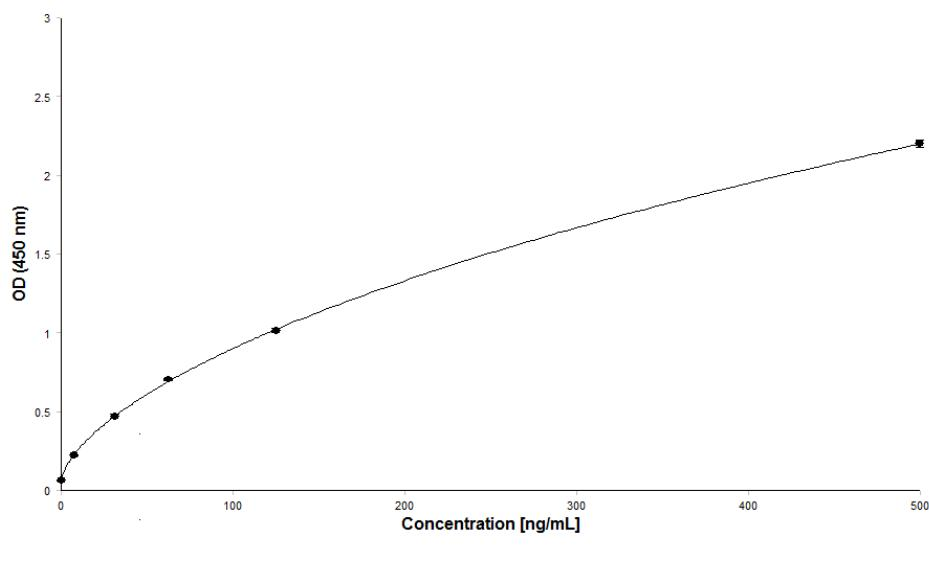

Abbildung 1: Eine repräsentative 4 Parameter Standardkurve.
- Bei mitführen der Standards F und A soll der OD-Wert von Standard F (500 ng/ml) ≥ 1.6 sein und der OD-Wert von Standard A (0 ng/ml) soll unter 0,25 liegen. Eine repräsentative Standardkurve zeigt Abbildung 1.
2. Die Konzentration jedes Standards (ng/ml) wird auf der X-Achse gegen den Mittelwert des OD-Wertes auf der Y-Achse aufgetragen, um eine Standardkurve zu erhalten. Eine **4-Parameter Funktionskurve wird empfohlen** (siehe Abbildung 1 weiter unten). Falls für die X-Achse eine logarithmische Darstellung benötigt wird, muss für den Standard A (0 ng/ml) eine Konzentration von 0,001 ng/ml verwendet werden.